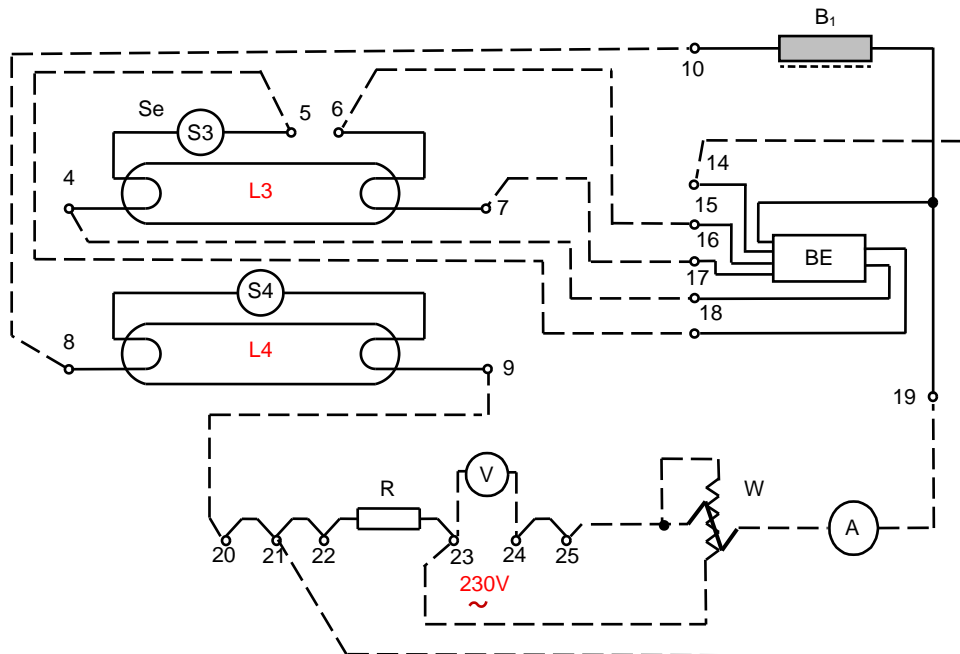

Fig. 10
2.6 Îngroșați pe schema din Fig.10 legăturile care trebuie realizate pentru a forma montajul cu balast electronic. Executați montajul.